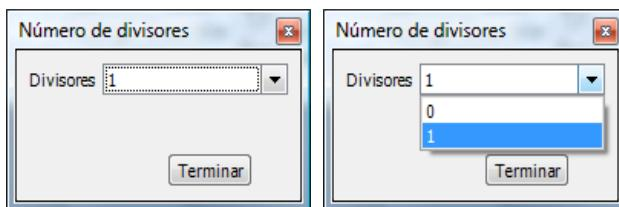

Figura 67 (número de divisores)
- **Divisores:** pinchando sobre el botón **número de divisores** se selecciona si se quiere que tenga el módulo divisor o no, mediante una lista desplegable con las opciones de cero y uno. Una vez elegido la opción, se pincha *terminar*. En la siguiente figura 67 se muestra el formulario de número de divisores y el desplegable.